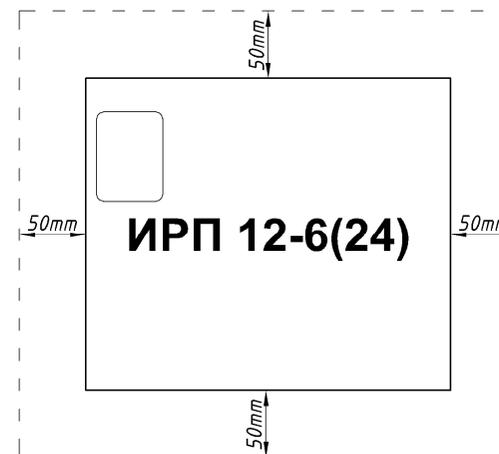

Рис. 3 Требования к установке (соблюдайте указанные вентиляционные зазоры)
- Выберите место установки источника, учитывая необходимость обеспечения вентиляционных зазоров между источником и соседними предметами в соответствии с рис. 3. Уменьшение или отсутствие обозначенных на рис. 3 зазоров приведет к ухудшению вентиляции преобразователя, что повлечет выход его из строя. Размеры на всех рисунках указаны в миллиметрах.